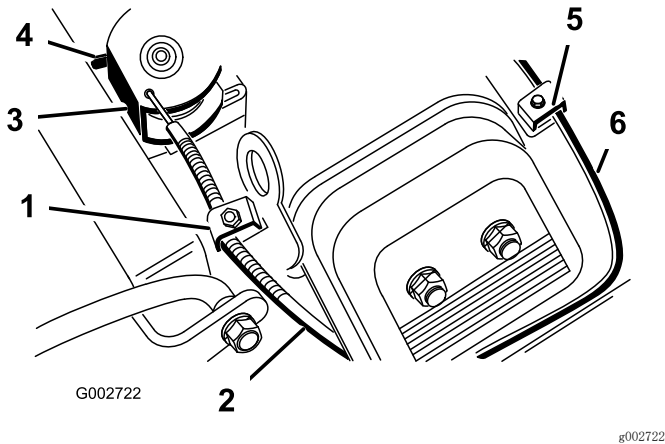

图39
2. 松开将油门拉线固定到发动机上的夹紧螺丝（图39）。
4. 拉紧油门拉线，直至转盘的后部接触到限位器（图39）。
2. 松开将阻风门拉线固定到发动机上的拉线夹紧螺丝（图39）。
4. 拉紧阻风门拉线（图39），直至蝶形阻风门完全关闭，然后旋紧拉线夹紧螺丝。